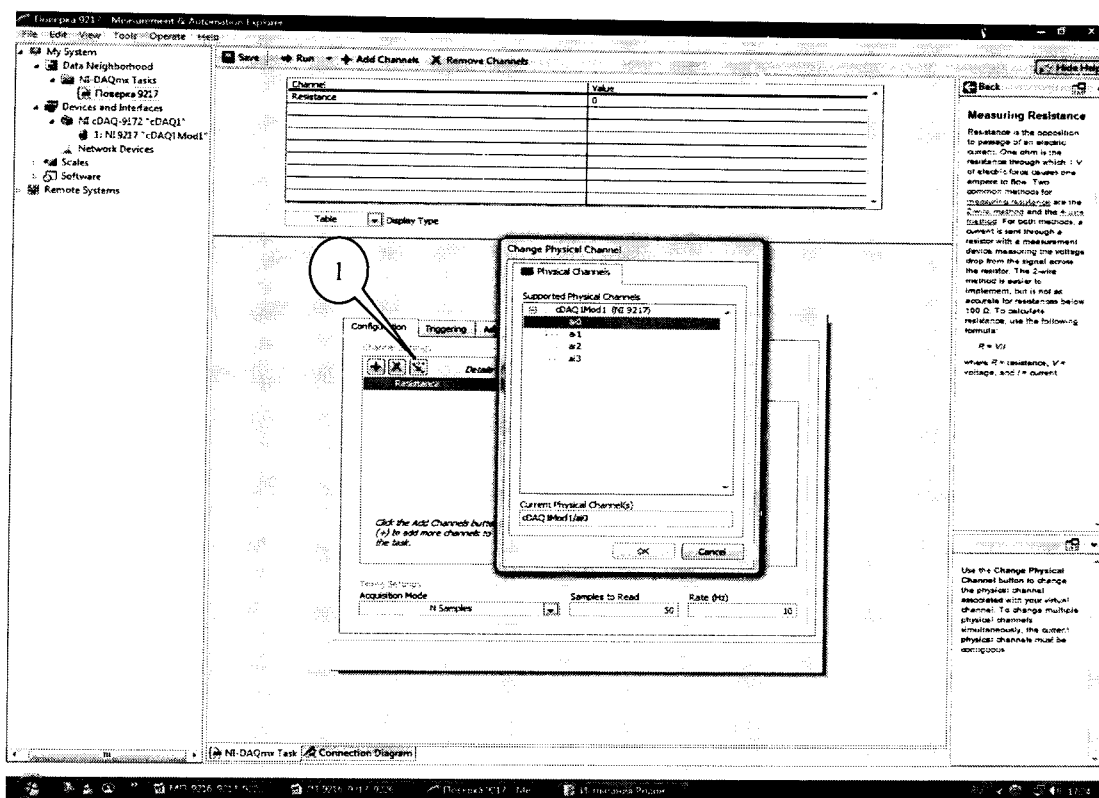

Рисунок 15.
7.4.7 Выполнить операции по п.п. 7.4.4 - 7.4.6 для каждого из каналов модуля. Для переключения каналов (рисунок 15) нажать кнопку (1), выбрать требуемый канал и нажать кнопку «OK».